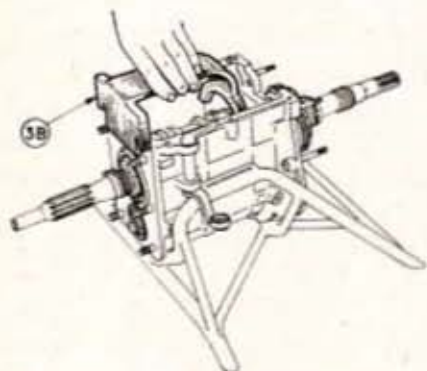

Fig. 78. — Montage du calibre 3 B
• Monter le calibre 3 B et le fixer sur la face AV de la boîte par 2 écrous. La boîte étant au point mort, la fourche du calibre doit s'introduire dans le synchro, et le cône du pignon de 2° devra s'y appuyer quand on mettra la boîte verticale (fig. 78).